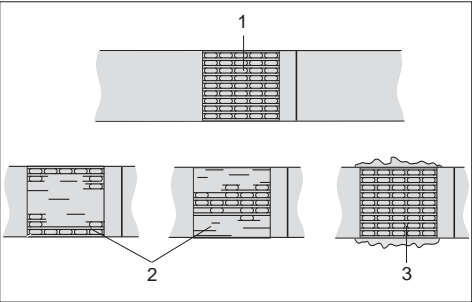

Fig. 9
- Check appearance of seal (see fig. 9) regularly. If the straps are poorly welded, **check the welding time setting (refer to chapter 5.7).**
- Revise siempre el aspecto de la soldadura (ver fig. 9). **Si la calidad del soldado no es satisfactoria: Revise el tiempo de soldadura (ver capítulo 5.7).**
- Vérifier régulièrement l'aspect du sertissage (voir fig. 9). En cas de bandes mal soudées: **vérifier le réglage de la durée de soudure (voir chapitre 5.7).**